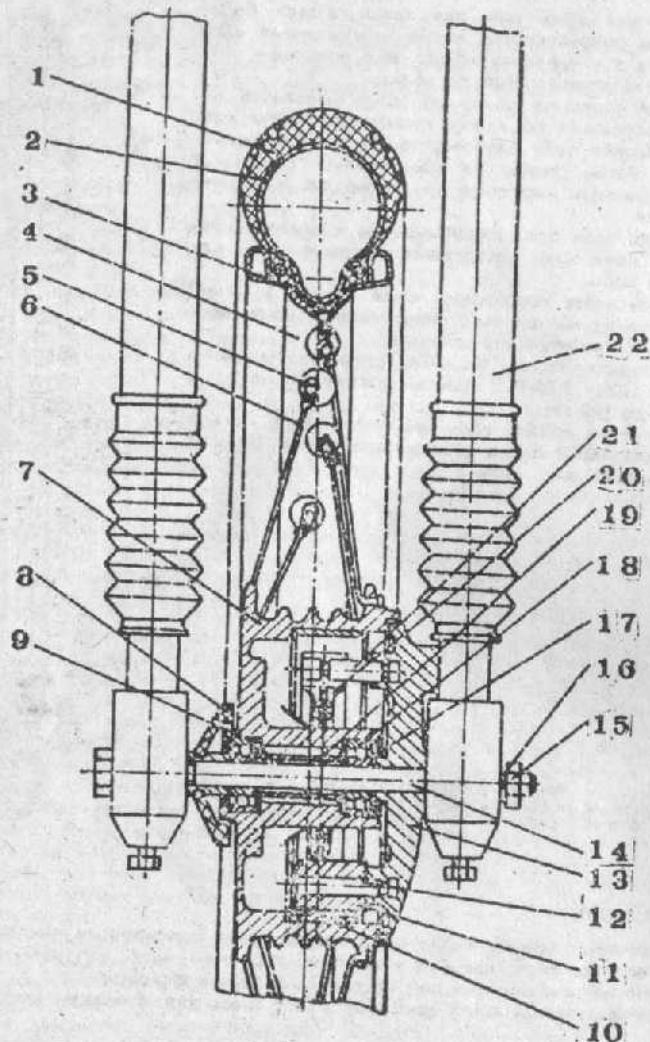

Рис. 18. Колесо переднее:
### Снятие переднего колеса (рис. 18).
- выбейте легкими ударами ось 14 колеса (рис. 18).